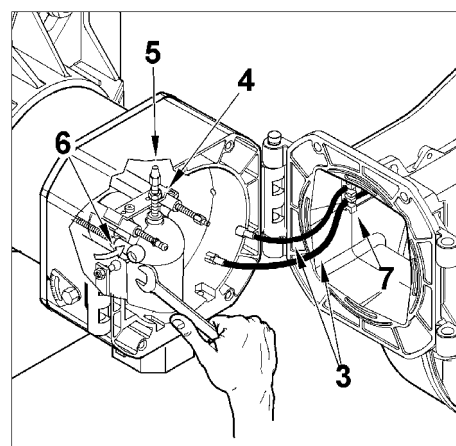

Рисунок 2
Тем же ключом выполните операции на шаровом шарнире (6) в направлении, указанном стрелкой, отцепив рычаг продвижения головки горения (рисунок 2).